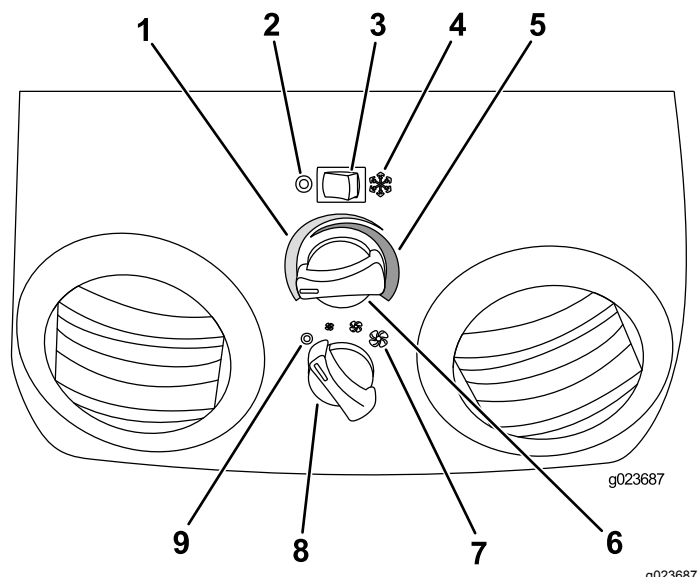

**Bild 53**
1. Schieben Sie den Schalter für die KLIMAANLAGE nach rechts, um die Klimaanlage in die EIN-Stellung zu drehen (Bild 53).
3. Drehen Sie das TEMPERATUR-Handrad nach links, bis Sie die gewünschte Temperatur erreicht haben (Bild 53).
4. Stellen Sie das Handrad für die LÜFTERGESCHWINDIGKEIT auf niedrig, mittel oder hoch (Bild 53).
1. Schieben Sie den Schalter für die KLIMAANLAGE nach links, um die Klimaanlage in die AUS-Stellung zu drehen (Bild 53).
3. Drehen Sie das TEMPERATUR-Handrad nach rechts, bis Sie die gewünschte Temperatur erreicht haben (Bild 53).